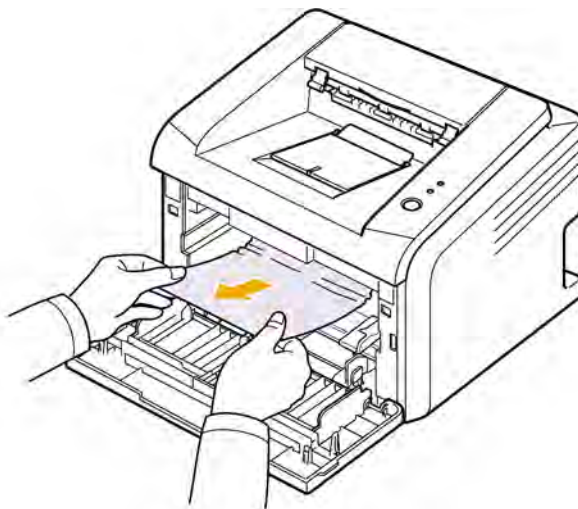

Рисунок 7
3. Аккуратно вытяните застрявшую бумагу наружу, рисунок 7. Если застрявшая бумага не видна или лист застрявшей бумаги не вытягивается, больше не тяните его и перейдите к следующему шагу.